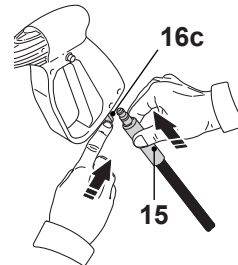

Fig. 5
1. Empuje el seguro (16c) de la pistola de alta presión (16) para abrir la toma de conexión e inserte en esta el conector de la manguera de alta presión (15) (Fig. 5)
2. Suelte el seguro (16c) para que la manguera (15) quede bloqueada en su sitio. Tire de la manguera para comprobar que ha quedado firmemente conectada. No deberá soltarse de su conexión.